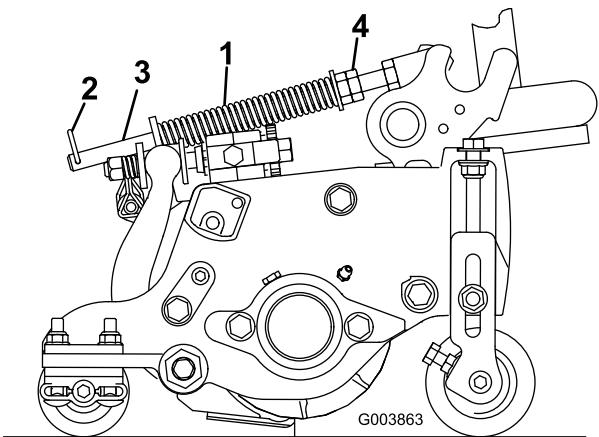

Figura 14
El muelle de compensación del césped (Figura 14) transfiere peso desde el rodillo delantero al trasero. Esto ayuda a reducir el patrón de ondulación en el césped.
1. Asegúrese de que el pasador de horquilla está instalado en el taladro del extremo de la varilla (Figura 14).
- Apriete las tuercas hexagonales de la sección delantera de la varilla del muelle hasta que la longitud del muelle comprimido sea de 12,7 cm en el Reelmaster 5410, y de 15,9 cm en el Reelmaster 5510; consulte Figura 14.